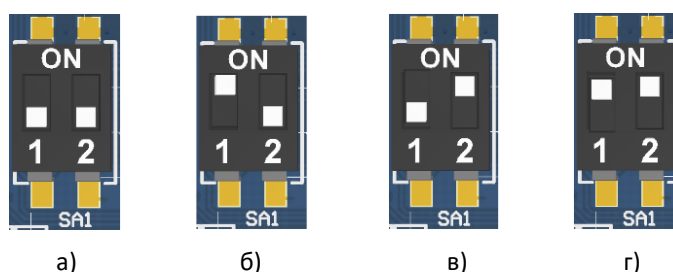

Рисунок 23. Переключатель SA1:
- Переставить тумблер 2 переключателя SA1 в положение ON (см. рисунок 23 пункт в), включить ККТ. При этом будет воспроизведен характерный звуковой сигнал (короткая мелодия). Перейти к пункту 7.